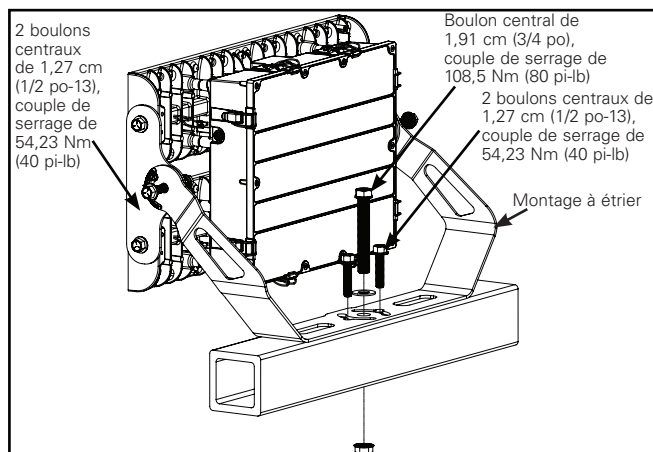
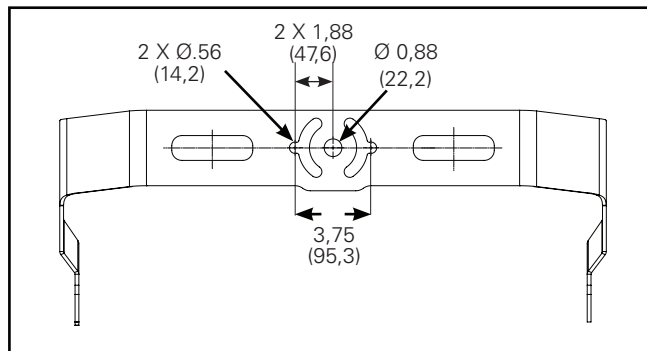

Figure 1.
Figure 2.
Montage à étrier (figure 1)
1. Montez le luminaire sur une surface assurant un contact maximal sur la surface inférieure de l'étrier, comme illustré à la figure 1. Utilisez le motif de trous fourni à la figure 2 pour aligner correctement l'étrier avec le trou central et les 2 fentes de 1,42 cm (0,56 po) avec un espacement de 9,53 cm (3,75 po).
Note: N'inversez pas l'étrier et ne le montez pas dans une autre orientation que celle illustrée à la figure 1.
- a. Deux (2) boulons à embase de 1,27 cm (1/2 po-13) (assez longs pour traverser l'étrier et la structure de montage) avec deux (2) écrous de 1,27 cm (1/2 po-13) à monter à un espacement central de 9,53 cm (3,75 po). Serrez à un couple de 54,23 Nm (40 pi-lb) après avoir orienté le luminaire horizontalement.
2. Dévissez les deux (2) boulons du centre sans les retirer (fig. 1).
- Deux (2) boulons de 0,95 cm (3/8 po-16) (assez longs pour traverser la suspension et la structure de montage) avec deux (2) écrous de 0,95 cm (3/8 po-16). Serrez à un couple de 33,89 Nm (25 pi-lb) après avoir orienté le luminaire horizontalement.
- Dévissez les deux (2) boulons du centre sans les retirer (fig. 1).